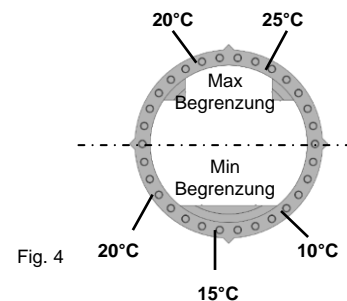

Fig. 4
3. Entfernen sie die Begrenzungsstifte und stecken sie in die dafür vorgesehenen Löcher des gewünschten Einstellbereiches (Fig.4)